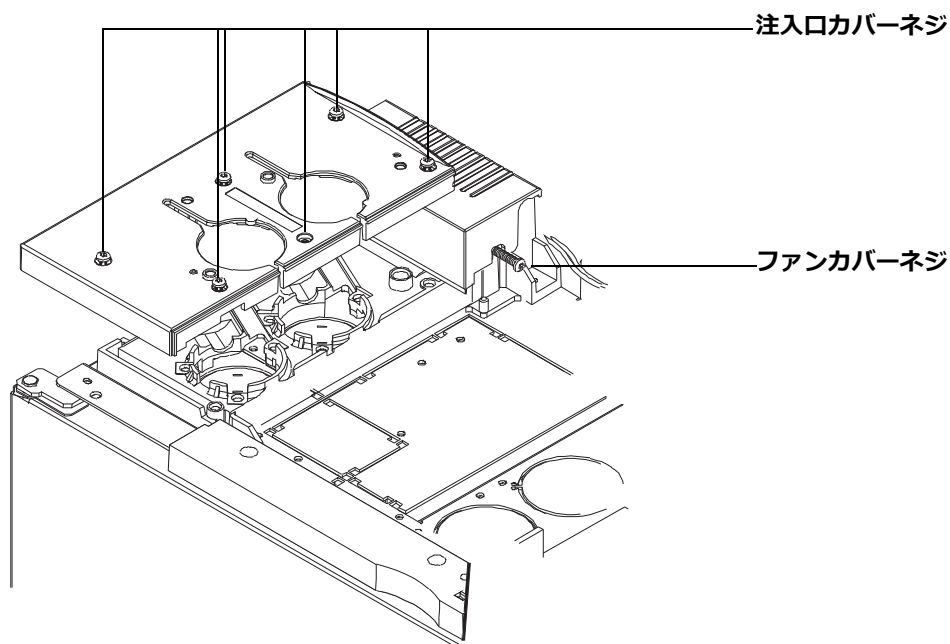

図 2 注入ポート上部カバーと注入口ファンカバーを取り外す (6890 シリーズ GC)
- 1 カバーの上部にある 6 本の T-20 トルクスネジを完全に緩めます (図 2)。